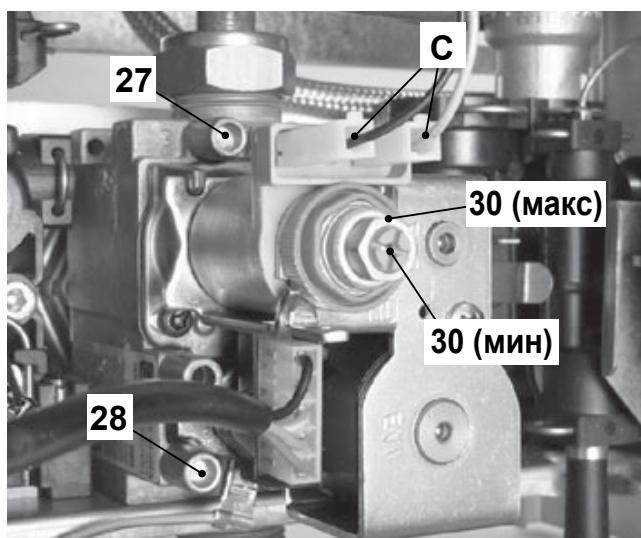

рис. 7.5
- При выключенном бойлере (не работающем) проверьте давление нагнетания, используя штуцер 28 в рис. 7.5 и сравните это значение со значениями, приведенными в таблице Давление газа питания в разделе «Технические данные» на стр. 18.
- Плотно закройте контрольный штуцер давления 28 в рис. 7.5 .
- Откройте штуцера давления 27 в рис. 7.5 и подключите проверочный манометр.
Чтобы отрегулировать давление на горелке, вращайте латунную шестигранную гайку на модулирующем устройстве 30 (макс) в рис. 7.5 (по часовой стрелке давление увеличивается).
- Отсоедините один из двух проводов питания "С" модулирующего устройства 30 .Следите за тем, чтобы он не касался металлической поверхности бойлера рис. 7.5
Чтобы отрегулировать давление на горелке, вращайте пластиковый винт (30 (мин) в рис. 7.5) удерживая большую латунную гайку (30 макс в рис. 7.5) на модулирующем устройстве (по часовой стрелке давление увеличивается).
- Подсоедините провод питания "С" модулирующего устройства рис. 7.5
- Хорошо закройте контрольный штуцер 27 в рис. 7.5
- рис. 7.5 и подключите проверочный манометр.